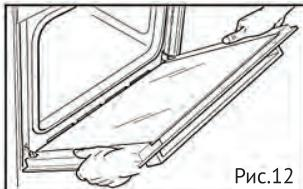

Рис.12
- Полнотью откроите дверцу духовки (рис. 12)
- Удерживайте дверцу под углом (рис. 12.)